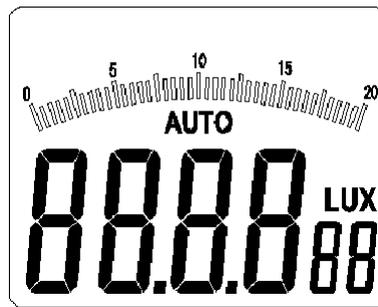

Fig. 3-1-2C
- Presione y mantenga presionada la tecla “PEAK” por corto tiempo en medio de la pantalla aparece la indicación “AUTO” ha salido del modo de medición de picos y se encuentra en el medio automático.(Fig 3-1-2C).